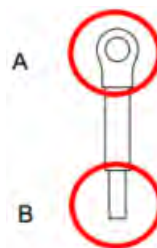

Рис. 8-7 Клемма заземления
- Опциональные платы, перечисленные ниже, необходимо заземлять. Клемма заземления показана на Рис. 8-7.